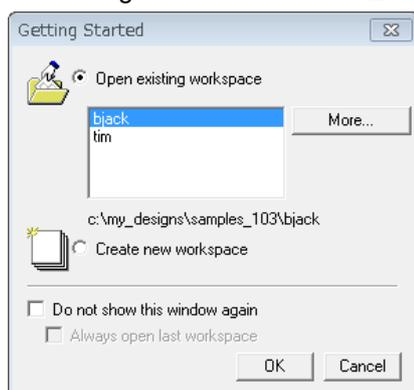

図 2-2
- Getting Started ウィンドウ(図 2-2)
- Getting Started ウィンドウ(図 2-2)でワークスペース名を指定します。